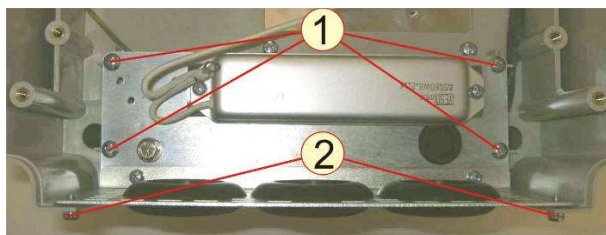

Рис.6.18
**6.11.2** Выкрутить четыре самонарезающих винта 1 и два винта 2, снять панель кабельных вводов в сборе с панелью резистора и резистором предзаряда (рис.6.18). Положить винты в тару.